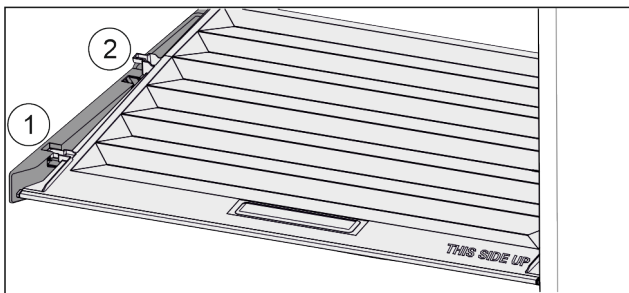

Fig. 85
- ▶ Издърпайте напред Fig. 85 (1) капака до отвора в задържащите части.
- ▶ Повдигнете го отзад отдолу и отстранете Fig. 85 (2) нагоре.